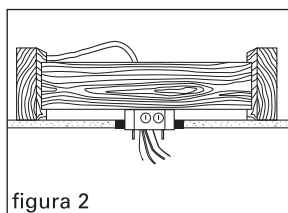

figura 2
2. Usando los tornillos provistos, monte la caja a la tabla 2 x 4 (figura 2).